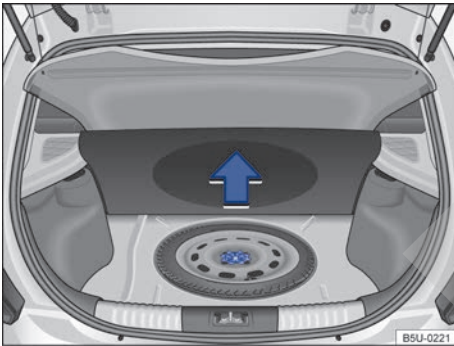

Fig. 155 En el maletero, por debajo del revestimiento del piso: rueda de emergencia y herramientas de a bordo.
Las herramientas de a bordo y la rueda de emergencia están ubicadas en el maletero, debajo de la moqueta → fig. 155.
- Levantar el revestimiento del maletero → fig. 155.